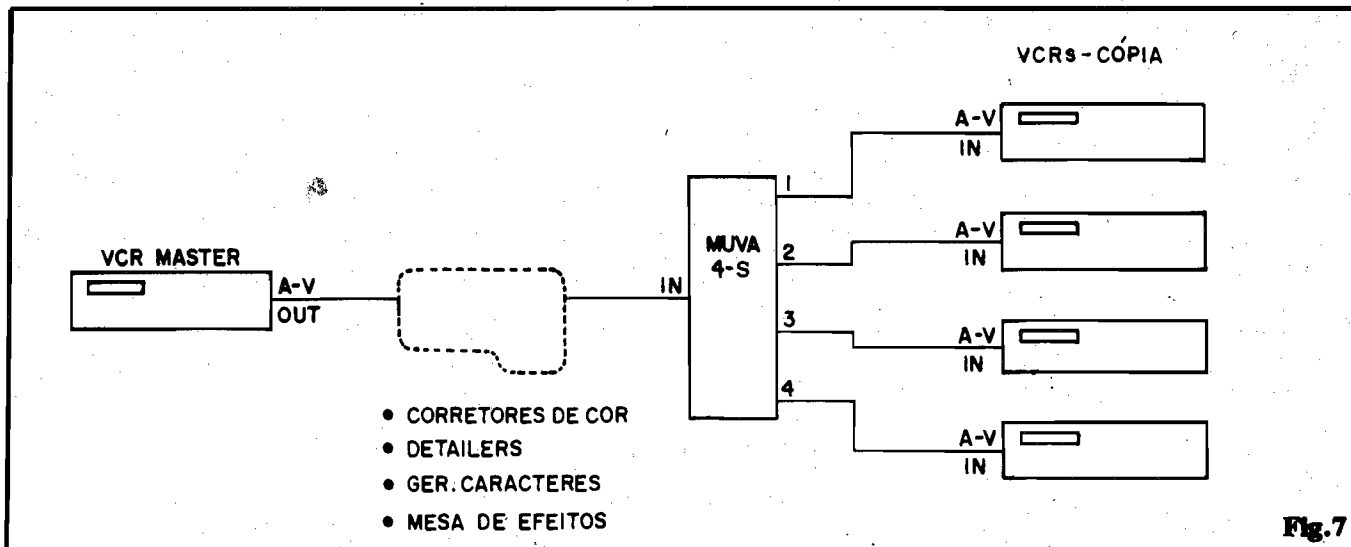

Fig.7
- **FIG. 7 - O AJUSTE - A UTILIZAÇÃO BÁSICA** - Um ajuste pode ser feito "ao vivo", de maneira bastante precisa... Basta ligar os terminais de Vídeo-Áudio Out de um VCR, através da cabagem apropriada, às Entradas de A-V do MUVA-4S e monitorar pelo menos uma das 4 Saídas do aparelho... Essa monitoração tanto pode ser feita de modo direto, no caso de se dispor de um TV com entradas de A/V (vídeo composto), ou através de um segundo VCR, com seus jaques de Entrada de Áudio e Vídeo ligados - por exemplo - à Saída 1 do MUVA-4S, e com um TV comum conectado (via eventual "casador" de
dio... Na fig. 7 temos o diagrama básico para utilização do MUVA-4S em cópia múltipla simultânea, usando-se 4 VCRs na função record (e, obviamente, um na função play). Se, eventualmente, a ilha de edição do Leitor incluir corretores de cor, amplificadores de vídeo (detalhadores), geradores de caracteres ou mesa de efeitos, tais elementos deverão ser colocados, no percurso de sinal, entre o vídeo "master" (VCR play) e a Entrada do MUVA-4S, de modo que todas as cópias se valham das funções de tais periféricos...